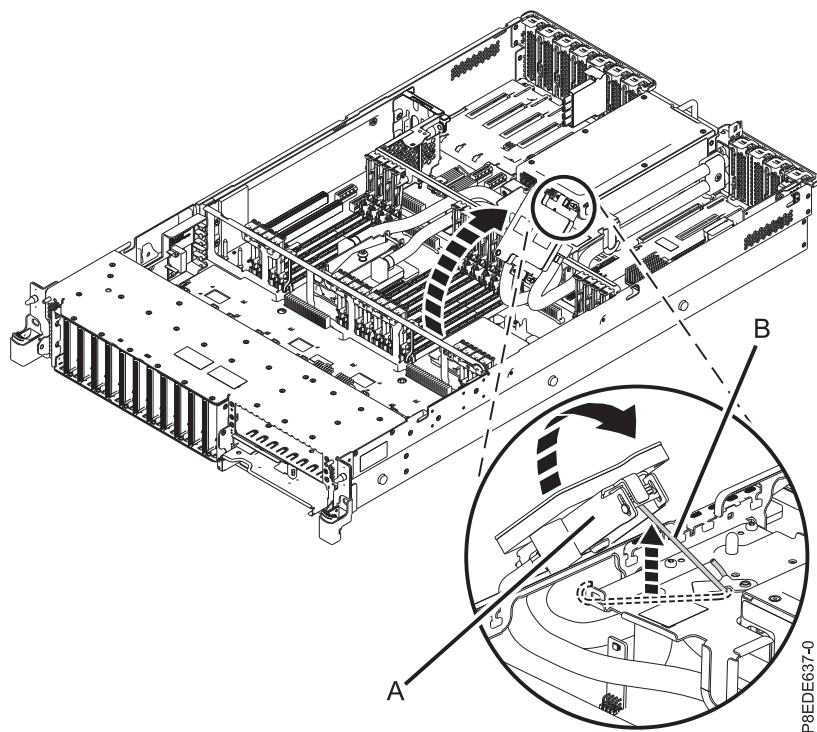

Figura 27. Extracción de la placa de frío
- d. Levante la placa de frío (A) del procesador del sistema que está extrayendo y conéctela al gancho de servicio (B), como se muestra en la Figura 27.